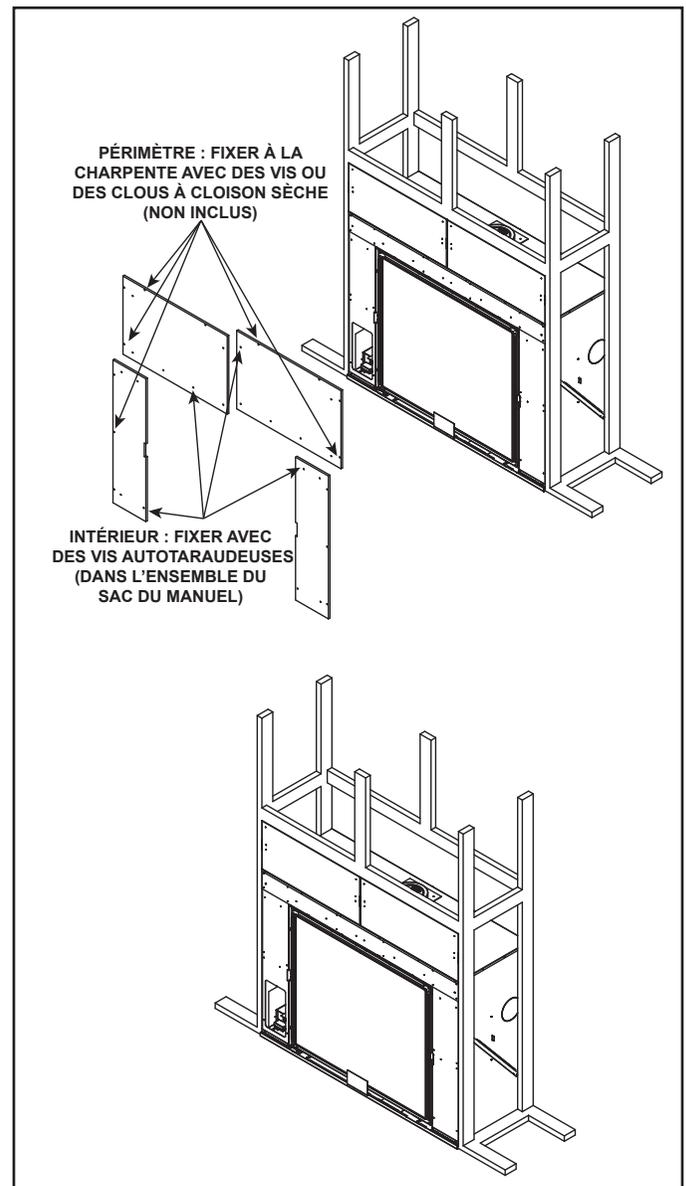

Figure 6.8 Installation du matériau de revêtement incombustible
- Centrez et attachez les deux panneaux supérieurs aux éléments de la charpente. Voir la figure 6.8.
- Utilisez les attaches du paquet d'attaches (le sac du manuel) pour les vis qui maintiendront le foyer. Voir la figure 6.8.
- Utilisez des vis pour panneaux de plâtre ordinaires, ou des clous, pour fixer le périmètre entre les matériaux de revêtement incombustibles et la charpente de bois. Voir la figure 6.8.